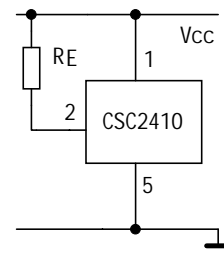

图6
(3) 2 脚接到电源时，起振灵敏度可以提高。如图 6 所示。